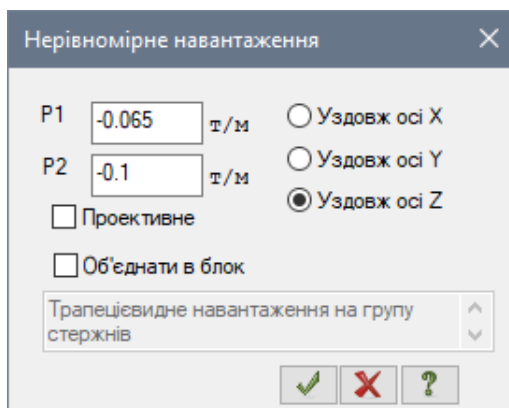

Рис. 12.23. Діалогове вікно **Нерівномірне навантаження**
- В цьому вікні задайте наступні параметри навантаження (рис. 12.23):